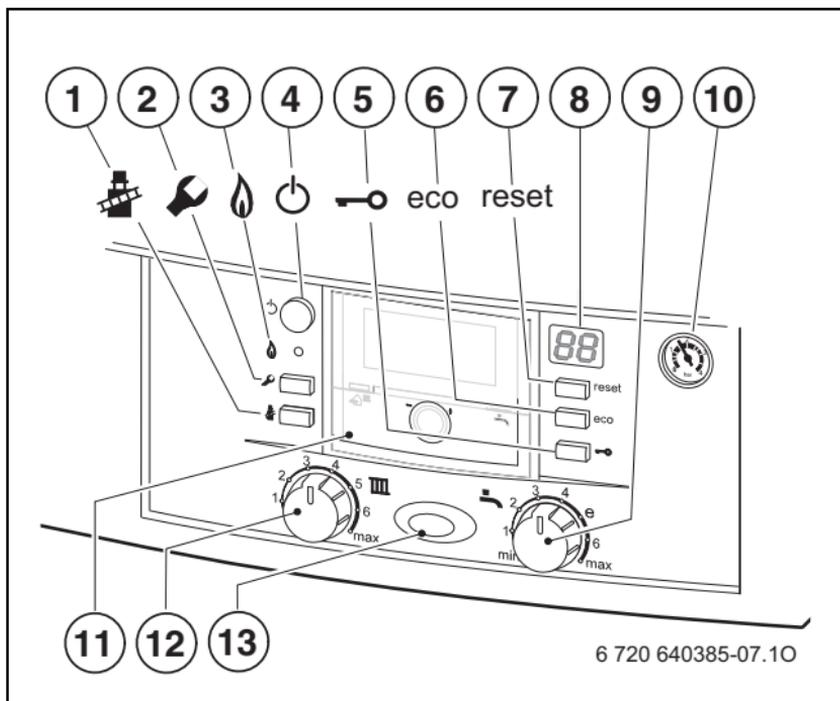

Fig. 7
- centralina climatica modulante (FW ...) con sonda di temperatura esterna, installata sul frontale della caldaia (opzionale), → Fig. 7, pos. 11, Pag. 22.